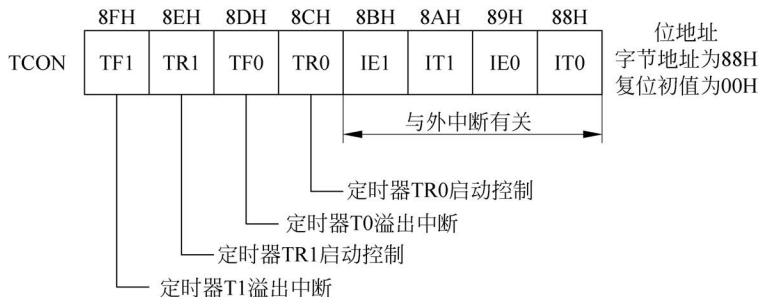

图 3.4 51 单片机的特殊功能寄存器 TCON
(1) 设置外部中断的触发方式是低电平有效还是下降沿有效,怎么设置呢? 特殊功能寄存器 TCON 的 8 位里面有 1 位名称叫 IT0,见图 3.4,若 IT0=0,则外部中断 0 产生的中断就是低电平有效;若 IT0=1,则外部中断 0 产生的中断只能下降沿有效。